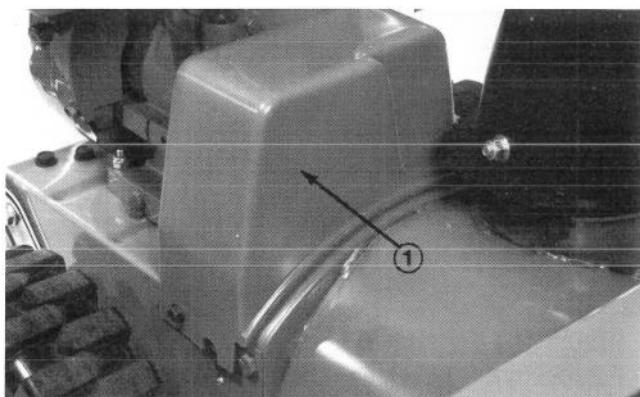

Abb. 30
2. Die beiden Blechschrauben des Riemenschutzes entfernen und den Riemenschutz abnehmen (Abb. 30).